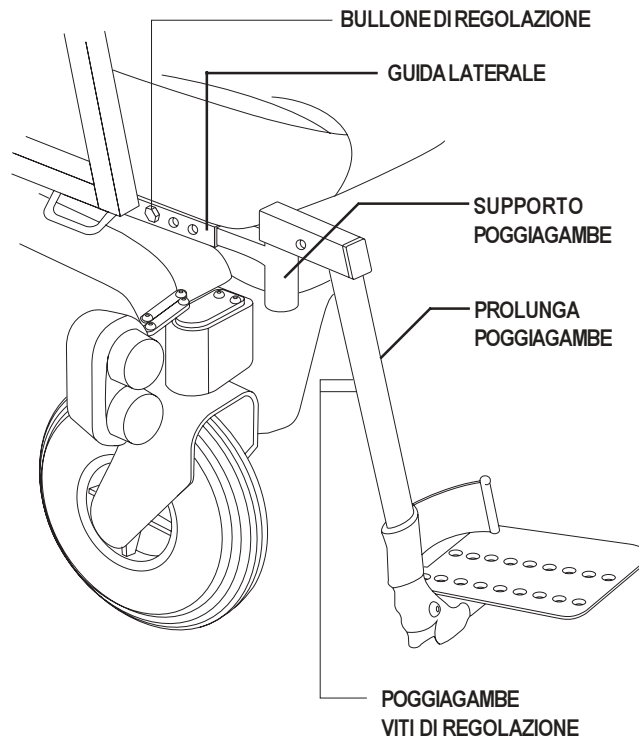

Figura 16. Poggiagambe pieghevoli robusti
1. Estrarre i bulloni di regolazione dalla guida laterale. Vedere figura 16.
1. Estrarre le viti di regolazione dalla prolunga del poggiagambe. Vedere figura 16.